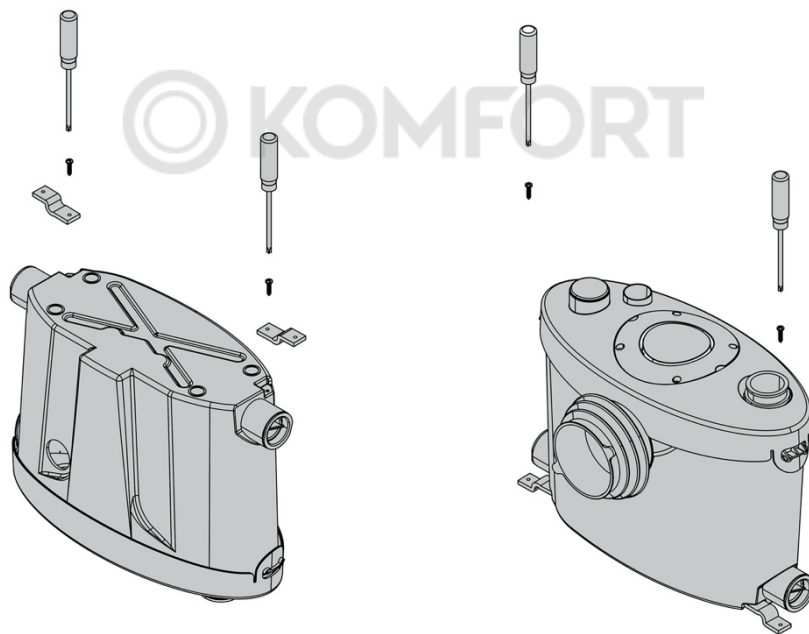

Рисунок 3 – крепление КНС
При установке КНС убедитесь, что она размещена на плоской и ровной поверхности. Используйте строительный уровень для проверки её положения в горизонтальной и вертикальной плоскостях, затем надежно закрепите КНС на полу с помощью пластин крепления, чтобы избежать возможность случайного смещения, поворота или падения (см. рисунок 3).
- установите пластины крепления в углубления на дне корпуса станции и затяните их винтами (см. рисунок 3);